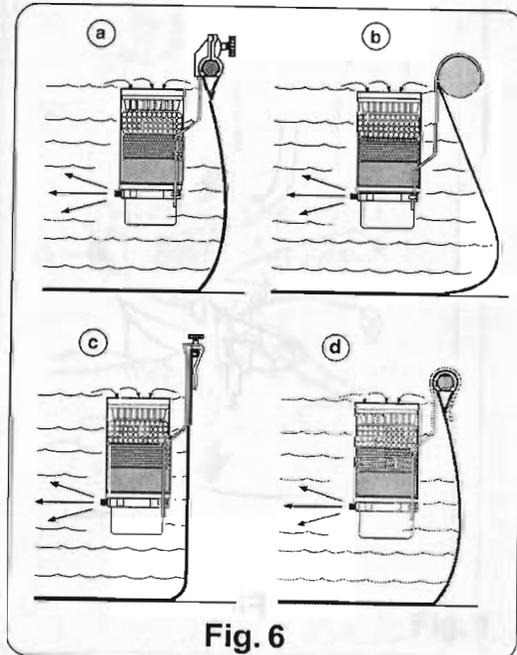

Fig. 6
- Den Apparat immer so ausrichten, dass er in senkrechter Position bleibt (Abb.6)
- Dazu die Klappen lösen und den Skimfilter so lange gleiten lassen, bis der Schwimmer auf der Wasseroberfläche schwimmt (Fig.6)
- Die Schwämme von oben, in **richtiger Reihenfolge**, einführen, man beginnt mit dem Schwamm, der die kleinsten Löcher hat und endet mit dem Schwamm der die größten Löcher hat, dieser letztere muss sich also oben befinden (Abb. 6).
- Sich vergewissern, dass alles wie angegeben positioniert ist, siehe Schwammreihenfolge auf Abb.6.